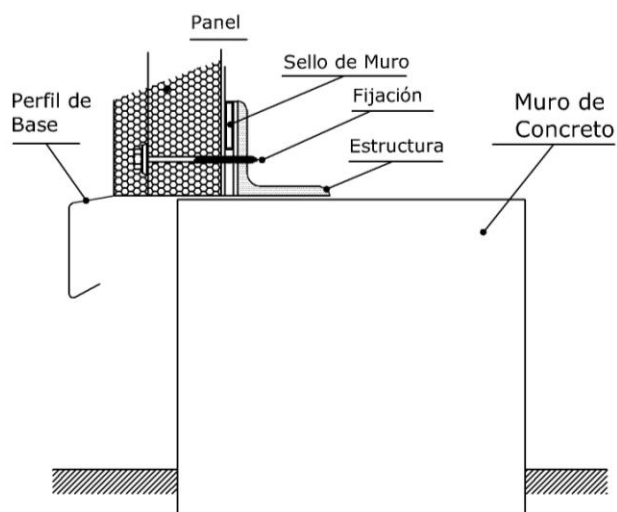

Fig. 6
- 4.3.6** Es recomendable interponer entre el perfil de base y los paneles un sello para evitar infiltraciones de aire. (Fig. 6)
4.3.7 En el caso en que los paneles sean producidos con una película transparente autoadhesiva, ésta debe ser removida en tierra antes de la primera instalación. (Fig. 6)